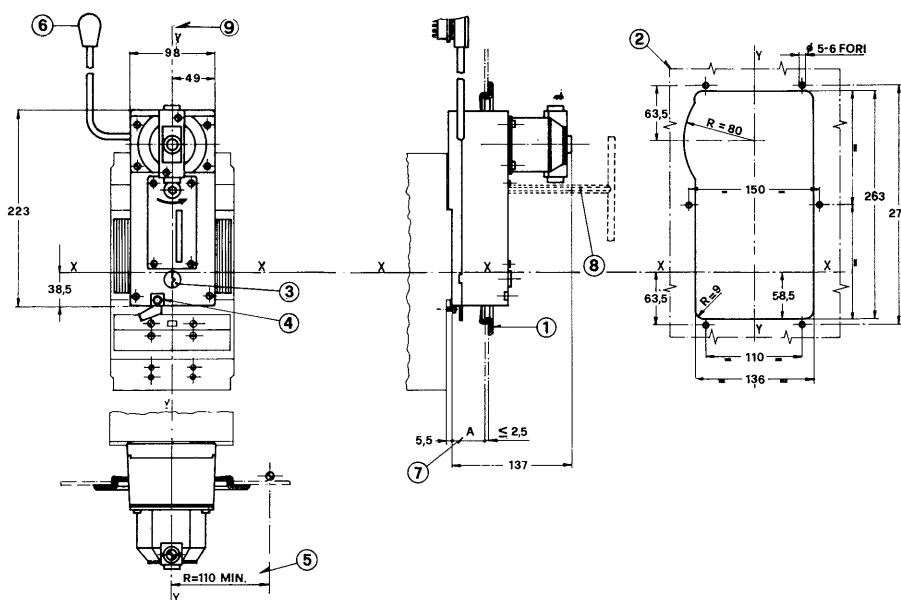

Fig. 33
- d) montare sul coperchio dell'interruttore la piastra di riduzione (5) servendosi delle viti con rosette elastiche (6)
- e) installare l'interruttore; nel caso di montaggio in cofano o quadro curare che la distanza tra la superficie interna della portella e l'interruttore sia esattamente quella indicata in fig. 33
- f) applicare il comando a motore sull'interruttore tramite le viti con rosette elastiche (7)
- h) collegare la spina-presa (8) ai circuiti di comando seguendo lo schema elettrico ed eseguire alcune manovre elettriche di chiusura e apertura (§ 8.9.1./a), b) per verificare che tutte le manovre avvengano rapidamente e senza sforzi.
**ATTENZIONE :** Qualora si tratti semplicemente di sostituire il comando con un altro (cambio di tensione, guasto, ecc.), basta svitare le viti (7) e separare il comando esistente dalla piastra di riduzione (5) e montare quindi il nuovo comando operando in senso inverso. Effettuare poi le verifiche di cui ai punti g), h).
- d) secure the plate (5) on the breaker cover with screws and split washers (6)
- e) install the breaker : for panel or enclosure mounting take care that clearance between the breaker cover and the door is that shown on fig. 33
- f) secure the motor to the breaker with screws and split washers (7)
- h) connect the plug and socket (8) to the control circuits following the diagram and carry out some motor opening and closing operations (see § 8.9.1./a), b) to make sure of correct performance.
**CAUTION :** When a mere replacement of the motor operating mechanism is requested (due to change of supply voltage, fault etc) it is sufficient to screw out screws (7), to remove the motor from plate (5) and to mount the new motor by reversing operations. Then check to points g) and h) above.